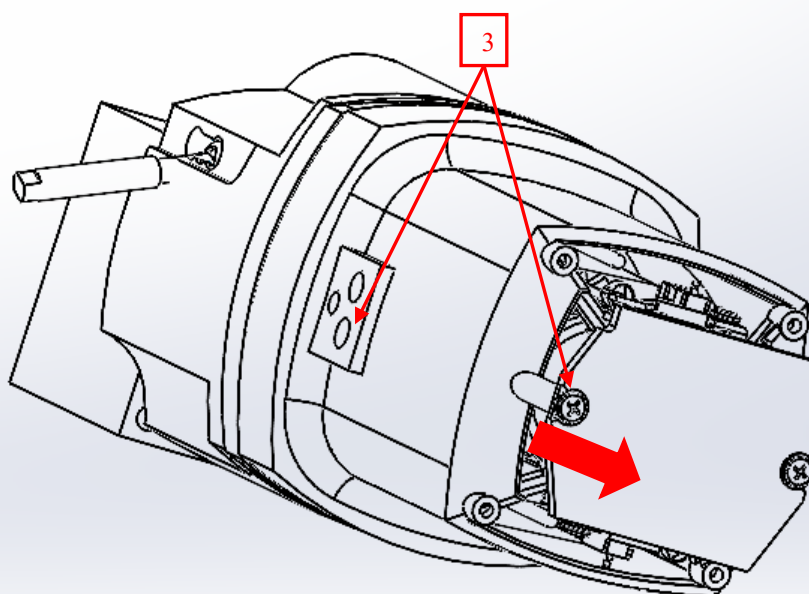

Рисунок 1.8
1.2.3 Выверните два винта, как показано на рисунке 1.8 – позиция 3 и вытяните плату двигателя в направлении стрелки (Рис. 1.8);